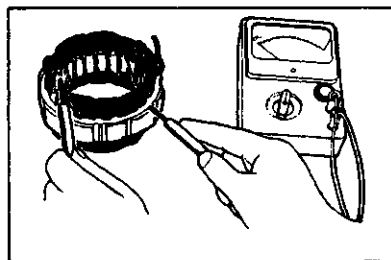

图 4-34 检查定子线圈是否短路
④检查定子线圈是否短路。在线圈与铁心之间检查，如图 4-34 所示。如果导通，则应更换定子组件。
⑤硅二极管的检查。检查硅二极管是否断路和短路。如果出现断路和短路故障，二极管便失去应有的性能而不能保证单向导电。